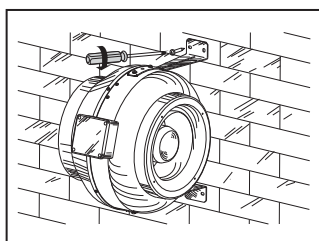

Рис. 11
5. Зафиксируйте вентилятор при помощи шурупов (рис.11).